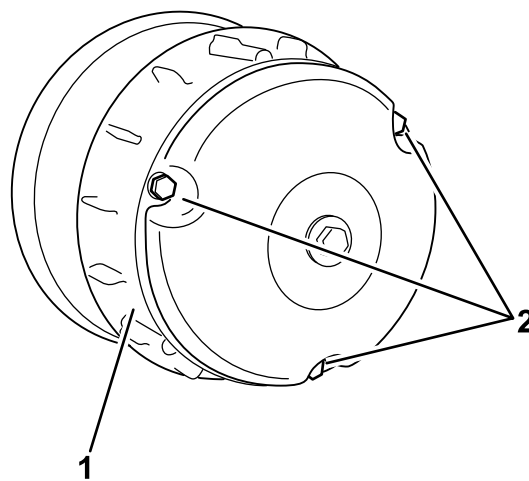

Figura 61
- Instale la cubierta del embrague, fijándola con los 3 pernos (Figura 61) que retiró en 2.
- Retire los 3 pernos que sujetan la cubierta al embrague, y retire la cubierta (Figura 61).